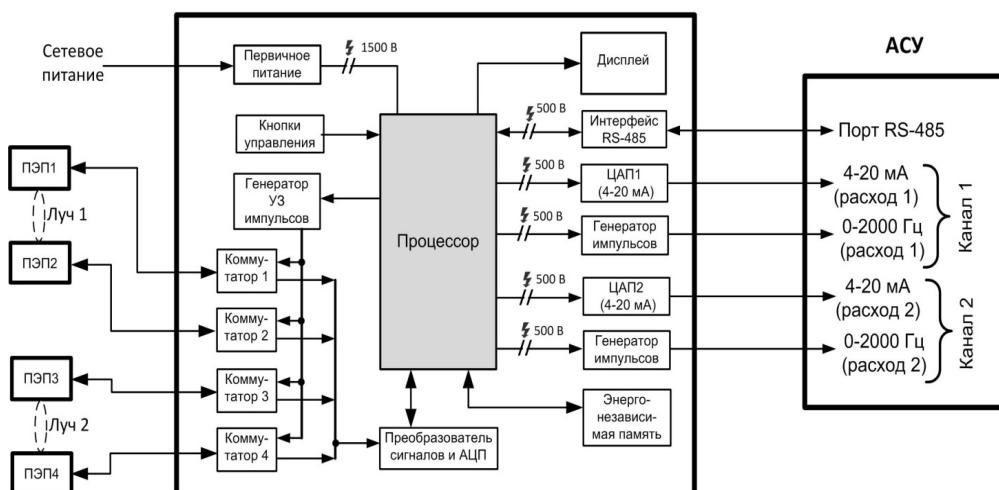

Рисунок 3.1 – Функциональная схема расходомера
3.2.1 На функциональной схеме показаны основные элементы, участвующие в работе расходомера, рисунок 3.1.